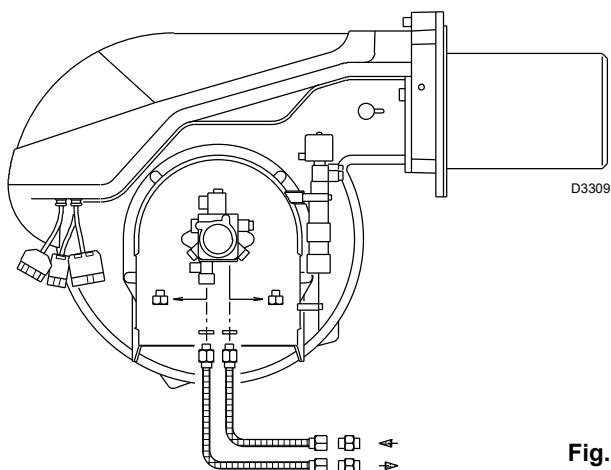

Fig. 17
6.3 Bomba (Fig. 17)
- Com o fim de que a bomba se possa auto-alimentar, é indispensável afrouxar o parafuso 3)(Fig. 17) da bomba para purgar o ar contido no tubo de aspiração.